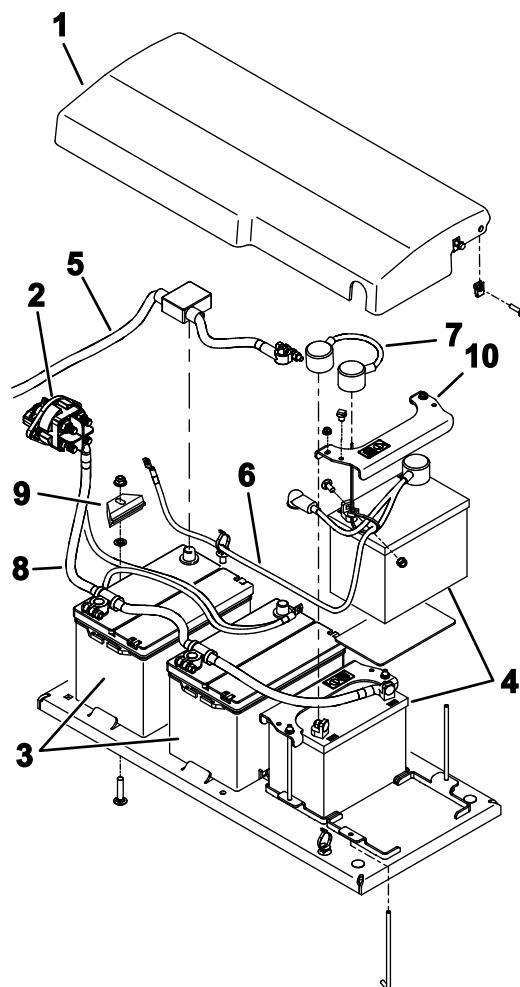

Figura 103
6. Retire as fixações que prendem a cobertura da bateria à máquina e retire a cobertura (Figura 103).
9. Remova cuidadosamente as baterias da máquina (Figura 103).
1. Prenda as baterias com as fixações (Figura 103).